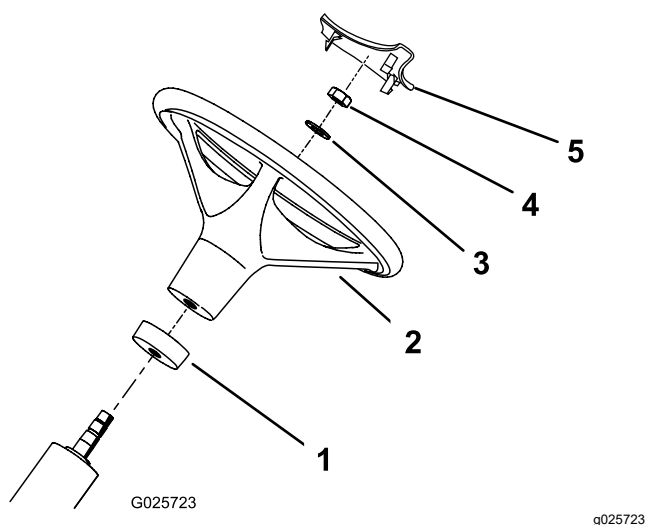

Figure 3
2. Glissez la bague en mousse sur l'arbre de direction (Figure 3) en commençant par la petite extrémité.
3. Glissez le volant sur l'arbre de direction (Figure 3).
4. Fixez le volant à l'arbre de direction avec une rondelle et un contre-écrou (Figure 3).
6. Poussez le couvre-moyeu en position sur le volant (Figure 3).